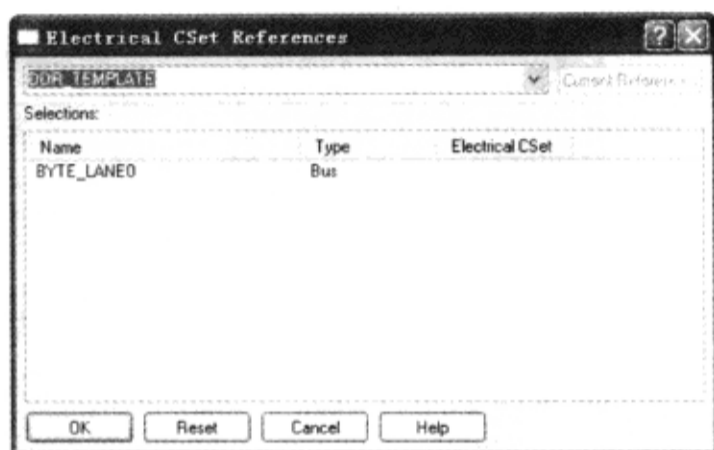

图 3-10-65 选择约束
(15) 单击显示 (None) 栏的下拉箭头→从参数列表中选择“DDR\_TEMPLATE”，如图 3-10-65 所示。